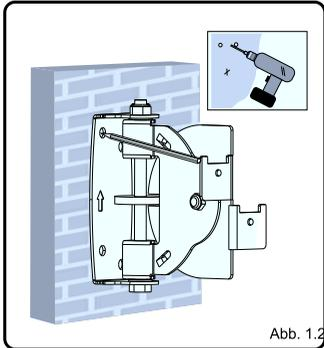

Abb. 1.2
- Benutzen Sie die Wandplatte als eine Schablone um zwei Löcher auf der Wand zu markieren (Siehe Abb. 1.2).